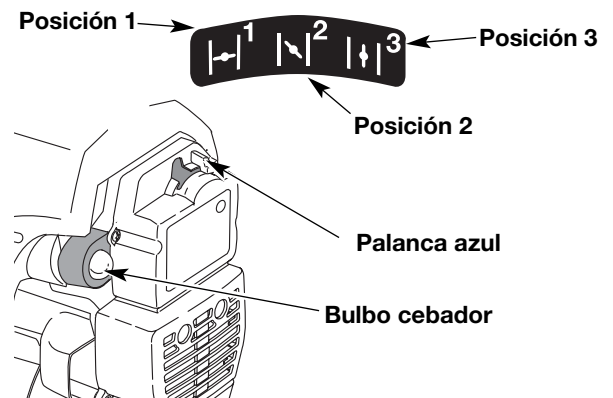

Fig. 11
3. Coloque la palanca azul en Posición 1 (Fig. 11).